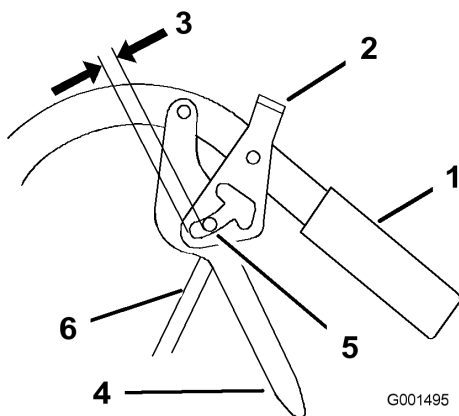

Figura 33
- Ajuste la longitud de la varilla de control enroscando la varilla en el acoplamiento o desenroscándola, hasta que quede una holgura de 5 a 6 mm (3/16 a 1/4 pulgada) entre la varilla de control y la parte inferior del mecanismo de bloqueo de punto muerto/freno de estacionamiento (Figura 33).
un pasador de horquilla y un pasador de seguridad (Figura 33).